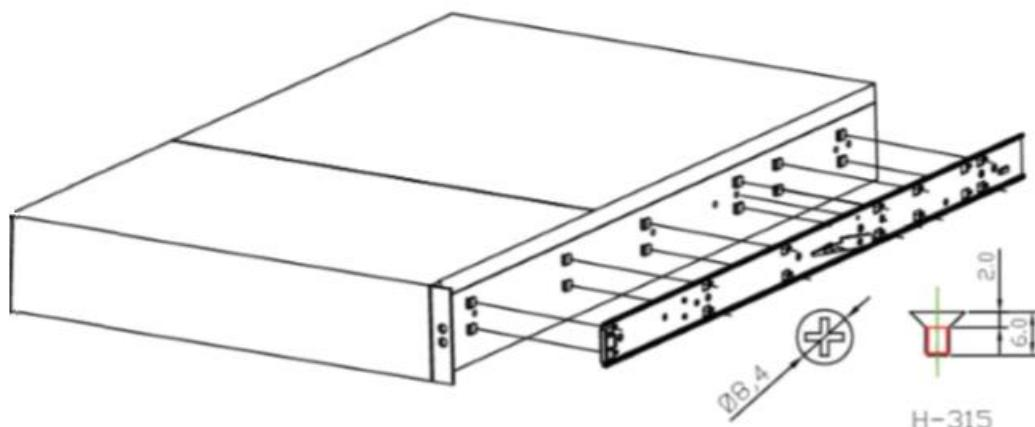

Рисунок 113 - Крепление элементы направляющей к корпусу
- 1) Совместить шасси с прямоугольными вырезами и заранее сформированным штыками на стороне шасси. После того как все штыки правильно войдут в вырезы, закрепить шасси винтами из комплекта поставки (см. Рисунок 113).